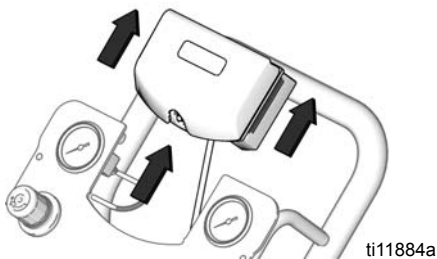

ABB. 10. DataTrak-Gerät ausbauen
3. Entfernen Sie das DataTrak-Modul aus der Halterung. Siehe ABB. 10. DataTrak-Modul mitsamt Anschlusskabel in einen nicht gefährdeten Bereich bringen.